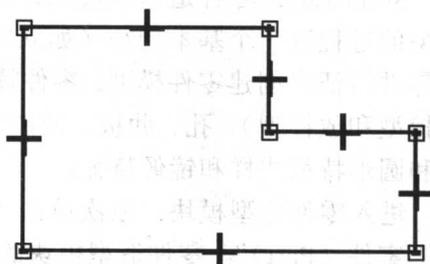

图 1-3 绘制轮廓
2) 进入二维草图绘制模式, 单击左边绘制工具条上的直线  命令按钮, 绘制一个轮廓, 如图 1-3 所示。